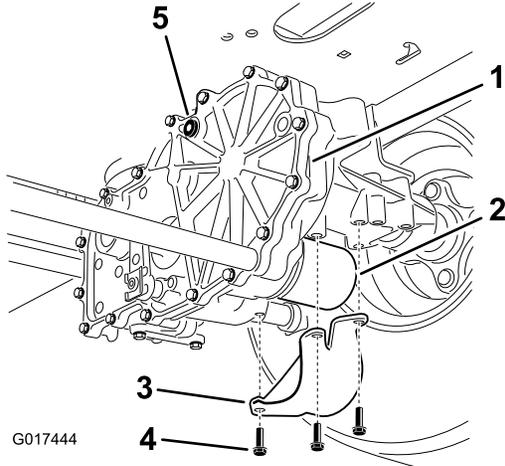

Figura 73
- Localice el filtro y los protectores de cada sistema de tracción del transeje (Figura 73).
- Retire los 3 tornillos que sujetan el protector del filtro, y retire el protector (Figura 73).